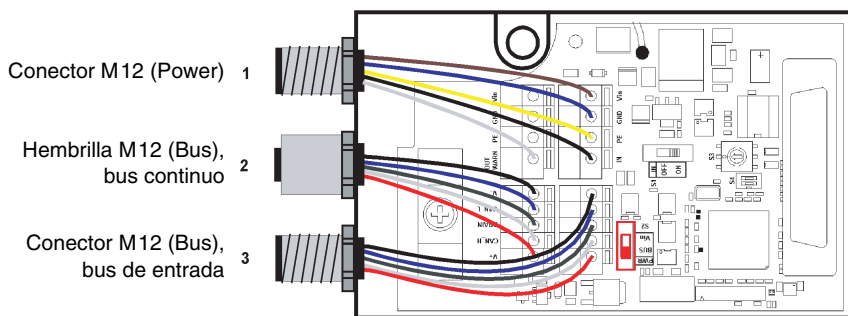

Figura 9.5: Montaje y conexión de los conectores opcionales M12
5. Conectar conductores según figura 9.5 y Tabla 9.2.